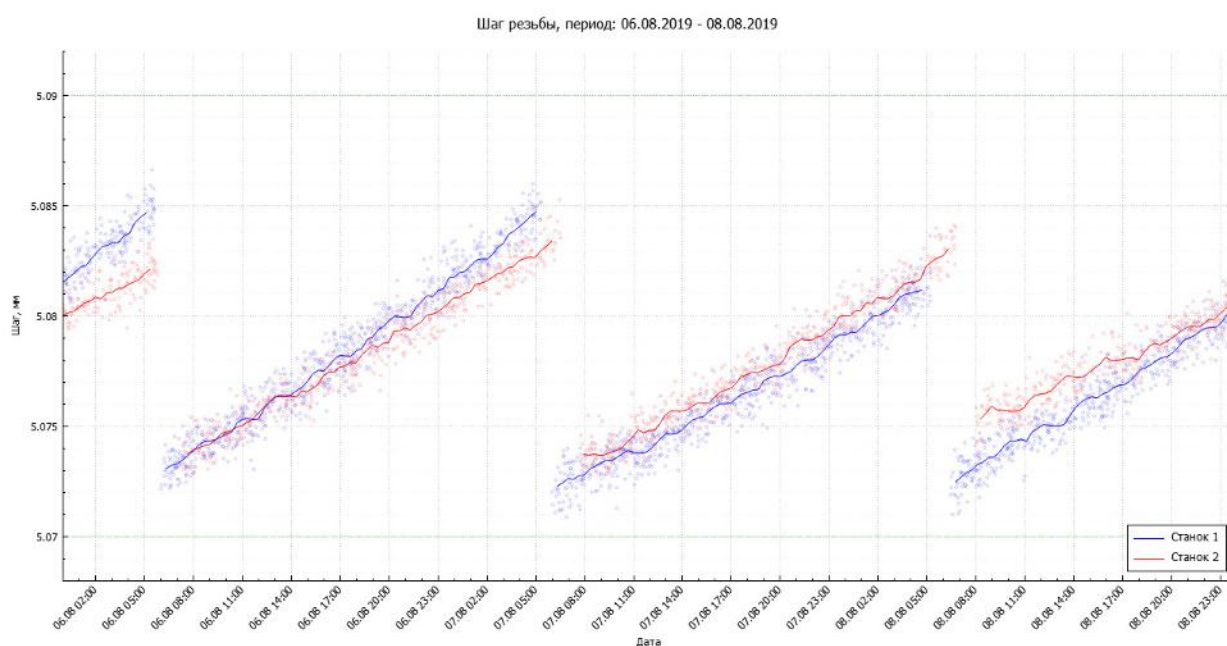

Рисунок 3. 4. Графический объект с отображением кривых на большом временном интервале.
- е. Левая граница и Правая граница – аргументы, которые задают текущие значения временных границ тренда (рисунок 3. 4).